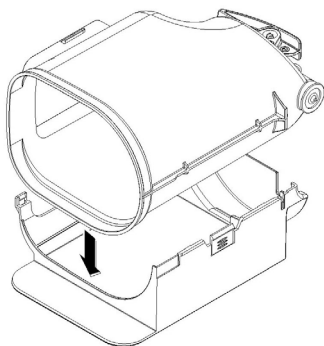

figura 11
**1** Adagiare la parte destra del recover su un piano. Posizionare il contenitore al suo interno. (vedere figura 11).